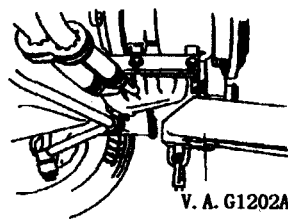

图 2-3 将发动机和变速器顶起
- (13) 用装配吊架 V. A. G1202A (图 2-3) 将发动机和变速器顶起，拧下发动机和变速器下部连接螺栓。
- (14) 用支撑架 (10-222A) 固定在挡泥板边缘上，把变速器挂钩 (3147) 挂在变速器壳体的螺栓孔内。
- (15) 用发动机吊架 (2024) 吊住发动机，再用车间装配吊架 (1202) 提升发动机。注意，吊钩和吊架杆必须用止销固定。